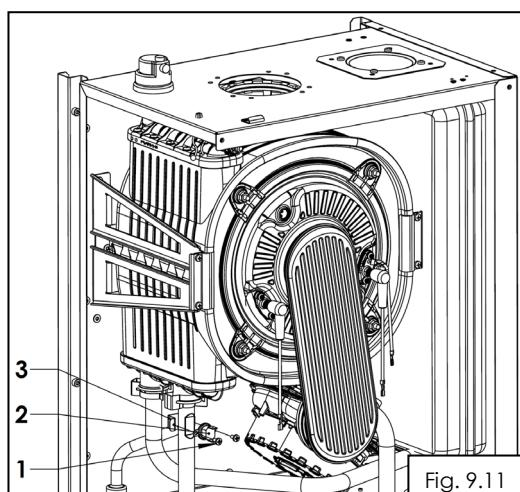

Fig. 9.11
- se indeparteaza clema racordului de alimentare cu gaz (1) si se demonteaza racordul (2);
- se desfac piuliile (3) si se extrage inspre fata capacul schimbatorului principal de caldura (3) (include ventilatorul);
- se desfac suruburile de sustinere a ventilatorului (5) si (6);
- se demonteaza ventilatorul (7);
- se verifica starea garniturii (8). daca este deterioarata se inlocuieste; Montarea ventilatorului se face in ordine inversa operatiilor de demontare.
- se verifica daca termostatul de supratemperatura nu este intrerupt, caz in care se inlocuieste (fig. 9.11).
Inlocuirea termostatului de supratemperatura (fig. 9.11) presupune urmatoarele operatii: